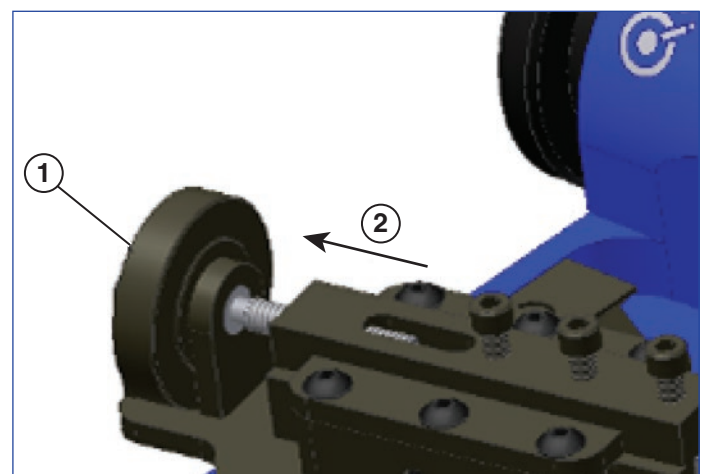

Figure 9
7. Tourner la vis de réglage de profondeur pour positionner le bloc outil en position rétractée (*voir figure 9*).